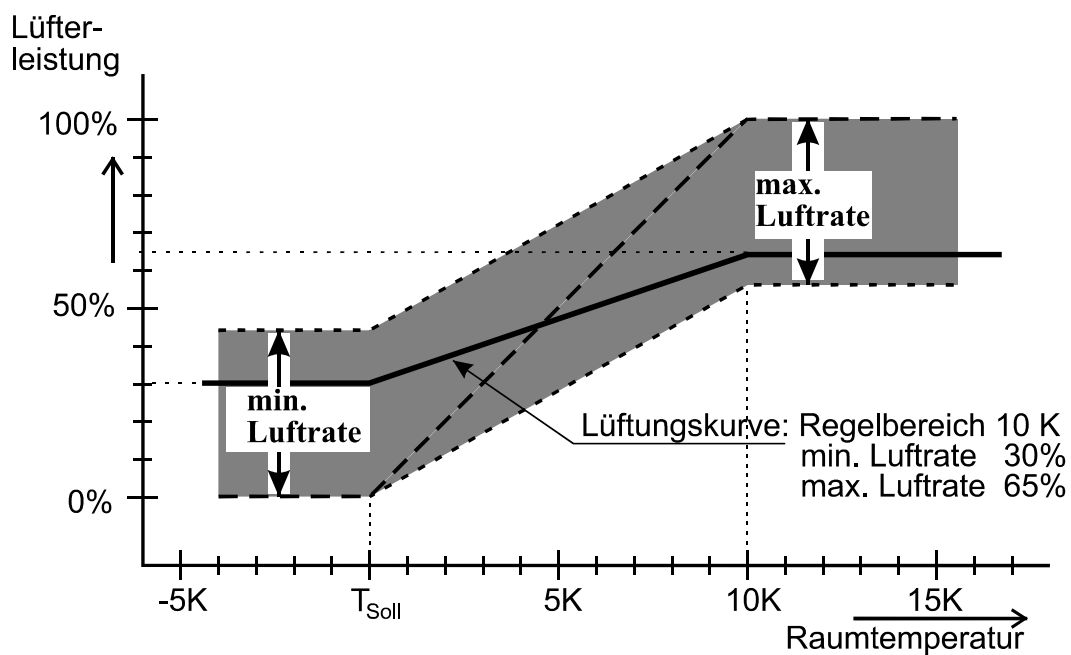

Bild 2: Einstellen der min. und max. Lüftrate
- Bild 2: Min. und max. Lufrate